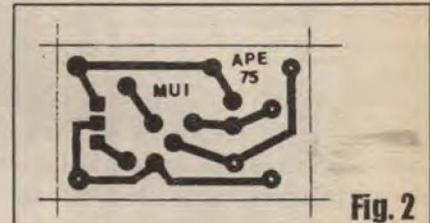

Fig. 2
- **FIG. 2 - LAY OUT DO CIRCUITO IMPRESSO ESPECÍFICO** - Pouco mais de 3 centímetros de comprimento, por 2 de largura, estabelecem uma área realmente *muito pequena* para a plaquinha de impresso específica do MUI...! Qualquer *beira* ou *caco* de fenolite que tenha restado de projetos anteriores, e esteja por aí, largado no fundo da sucata do caro leitor/hobbysta, seguramente poderá ser aproveitado, enfatizando o caráter extremamente econômico da montagem...! O desenho das trilhas e ilhas cobreadas (em **negro**...) está na figura em tamanho natural, podendo ser copiado com carbono sobre a face cobreada do fenolite, diretamente... A traçagem (também ultrasimples...) pode ser feita com decalques ácido-resistentes (recomendado) ou